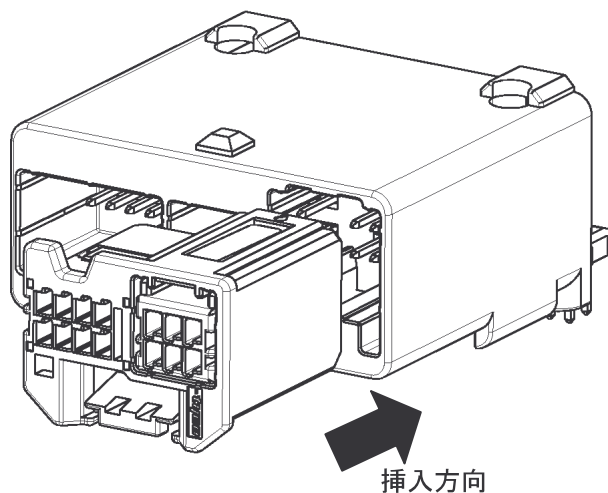

Fig.17
(4)指定のメス・ハウジングをオス・コネクタにFig.17 のような向きに真っ直ぐ挿入して下さい。